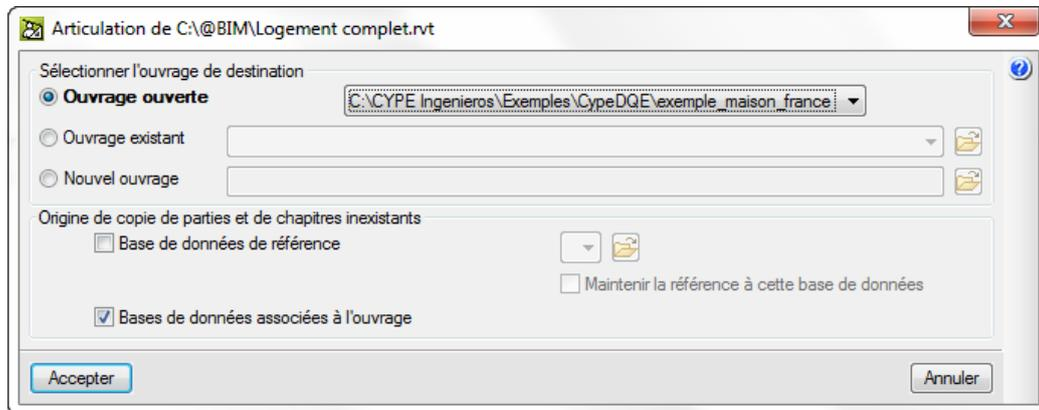

Fig. 9
En cliquant sur l'option 'Lier avec ouvrage de CYPEPROJECT'  apparaît la boîte de dialogue 'Articulation de (chemin d'accès et nom du budget)' Fig. 9.
- Ou créer un nouvel ouvrage. Avec l'information que contiennent les métrés réalisés par Revit (codes de parties associés aux types) et avec l'aide d'une base de données associée au budget CYPEPROJECT qui contient les données nécessaires pour construire le budget (chapitre, parties, unitaires, rendements, prix...), le budget peut être construit Fig. 9.